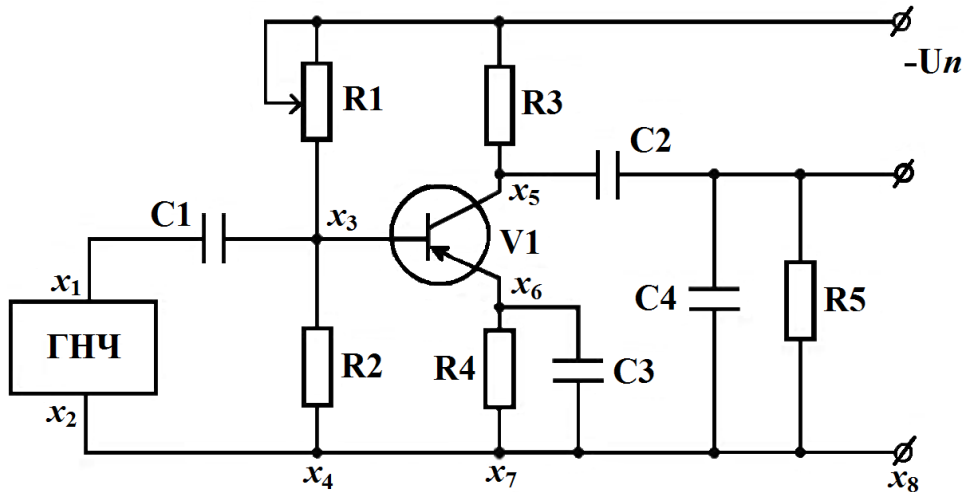

Рис. 2.43. Принципиальная схема усилителя
2. Установить на лабораторном стенде 87Л-01 плату № 14 из рабочего комплекта, собрать электрическую схему, подключив источник питания ГН2, генератор низкой частоты ГНЧ, измерительные приборы ИВ, МВ, частотомер, осциллограф (рис. 2.43).